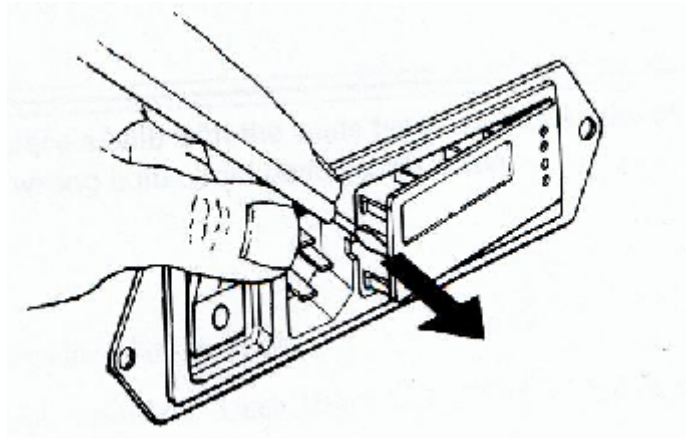

图 6-1 取出保险座
1. 如图 6-1 所示，把一字螺丝刀插入接头的中间，把保险丝座撬出。